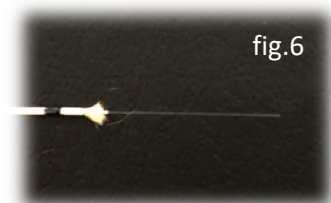

fig.6
- 4- Rimuovere il rivestimento primario della fibra (fig.6)